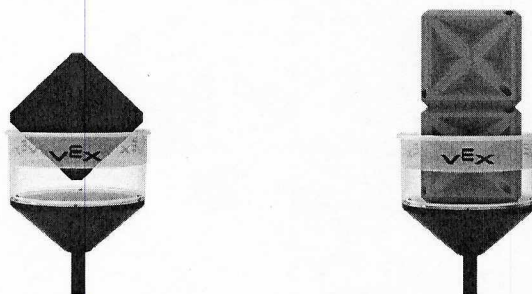

Рисунок 2. Пилоны и допустимое расположение кубов.
2.3. За кубы, собранные в пилоны (см. рисунок 2), начисляются по 2 балла за каждый куб.